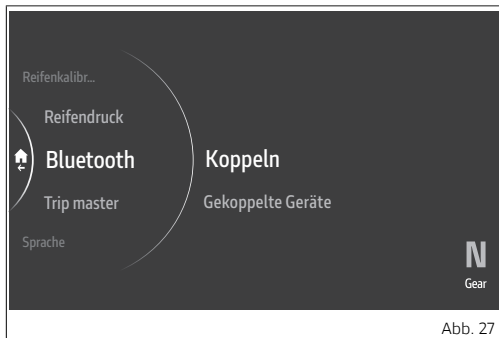

Abb. 27
- Die Angabe „Koppeln“ markieren, dann auf ENTER (Abb. 27 S.67) drücken.